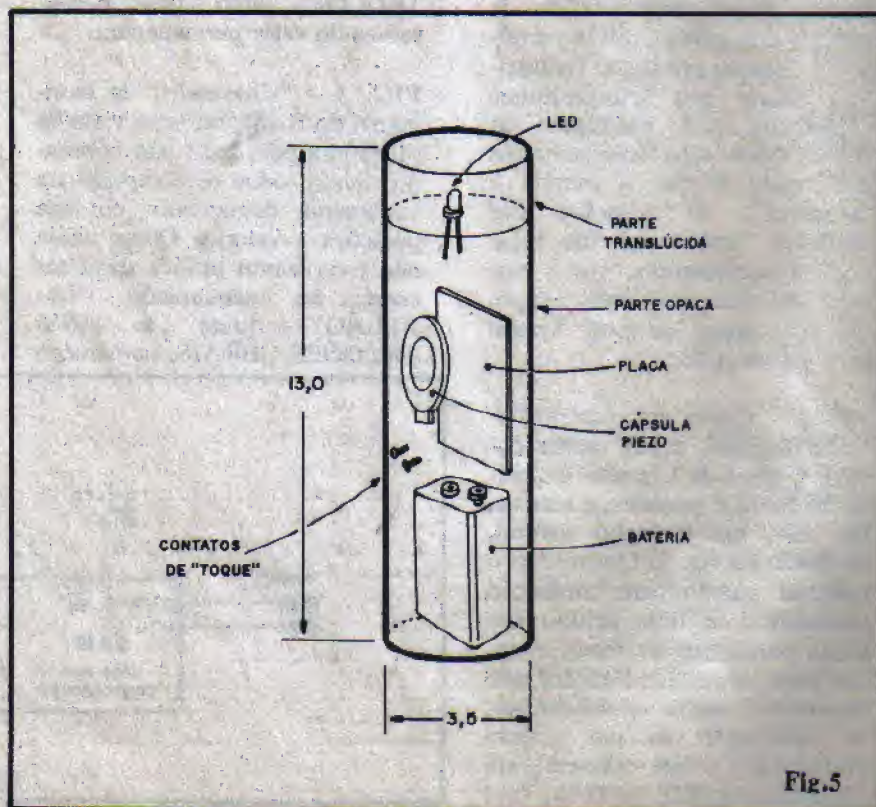

Fig.5
**FIG. 5** - Acabamento do BASTÃO MÁGICO. Grande parte do "charme" dessa montagem dependerá, certamente, de um bom acabamento externo... A fig. 5 dá uma das sugestões possíveis, a partir de um tubo plástico (nosso protótipo foi testado com um tubo vazio de desodorante...), de preferência dotado de uma tampa transparente ou pelo menos translúcida, de modo que a luminosidade do LED possa ser emitida e percebida claramente. A tampa translúcida ampliará bastante o efeito luminoso do LED, porém, em último caso, o LED poderá, simplesmente, ser instalado com sua "cabecinha" sobressaindo de uma das extremidades do bastão. O efeito não ficará tão forte, mas ainda assim visível e funcional. A bateria deverá ser posicionada no fundo do tubo (dando um bom "balanço" ao conjunto). À meia altura do container poderão ficar a plaquinha do circuito e a cápsula piezo, ambas presas com parafusos ou cola. **ATENÇÃO:** não permitir que a membrana frontal da cápsula piezo seja atingida por cola, se esse for o método adotado para a fixação, pois, nesse caso, a eficiência do transdutor sonoro ficará prejudicada! Finalmente, em qualquer ponto do tubo (de preferência mais perto da base do